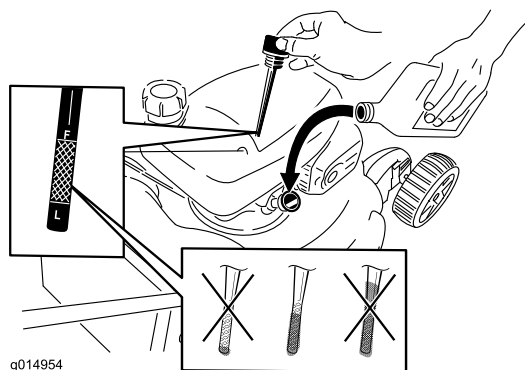

Figura 6
1. Togliete l'asta di livello (Figura 6).
2. Versate **lentamente** l'olio nel tubo di riempimento finché non raggiunge il segno di **pieno** sull'asta (Figura 6). **Non riempite troppo.** (Riempimento